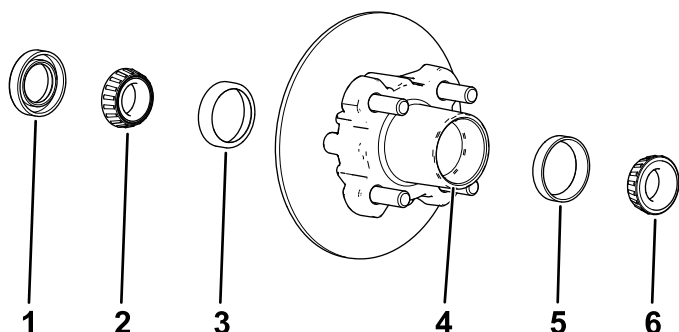

Figura 32
1. Retire o rolamento exterior e a correia do rolamento do cubo (Figura 32).
2. Retire o rolamento interior do cubo (Figura 32).
5. Limpe a cavidade do cubo de lubrificante, sujidade e detritos (Figura 32).
7. Encha a cavidade do cubo 50 a 80% com o lubrificante especificado (Figura 32).
8. Monte o rolamento interior na correia no lado interior do cubo e coloque o vedante (Figura 32).